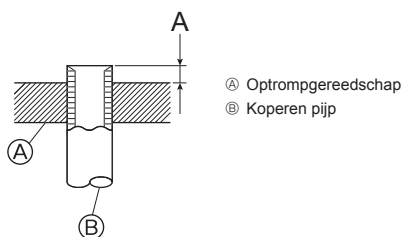

Fig. 4-9
- Ⓒ Gebruik de volgende procedure om de leidingen aan de gaszijde aan te sluiten. (Fig. 4-9)
Tabel 3 (Fig. 4-9)